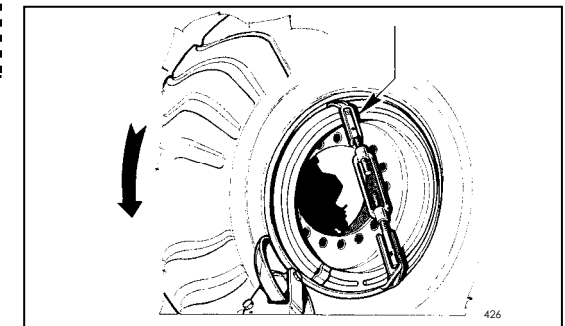

Fig.39
2. Position the tool close to the rim edge (Fig.39). When the lock ring is stuck to the bead, (on the O.T.R. tires) to make it to break the bead, it is necessary to hold it to the rim with the appropriate clamp #4007611 (on request).
2. Positionner le disque détalonneur au bord de la jante (Fig.39). Quand la bague de blocage est collée à l'enveloppe (pour les pneus de génie civil) pour détalonner il est nécessaire de la bloquer à la jante à l'aide de l'étau #4007611 (sur demande).
2. Die Abdrückscheibe am Felgenrand ansetzen (Abb.39). Wenn der Sprengring am Reifen verklebt ist (bei EM-Reifen), ist es zum Abdrücken nötig, ihn mit der Spezialklemme #4007611 (auf Anfrage) an die Felge zu binden.